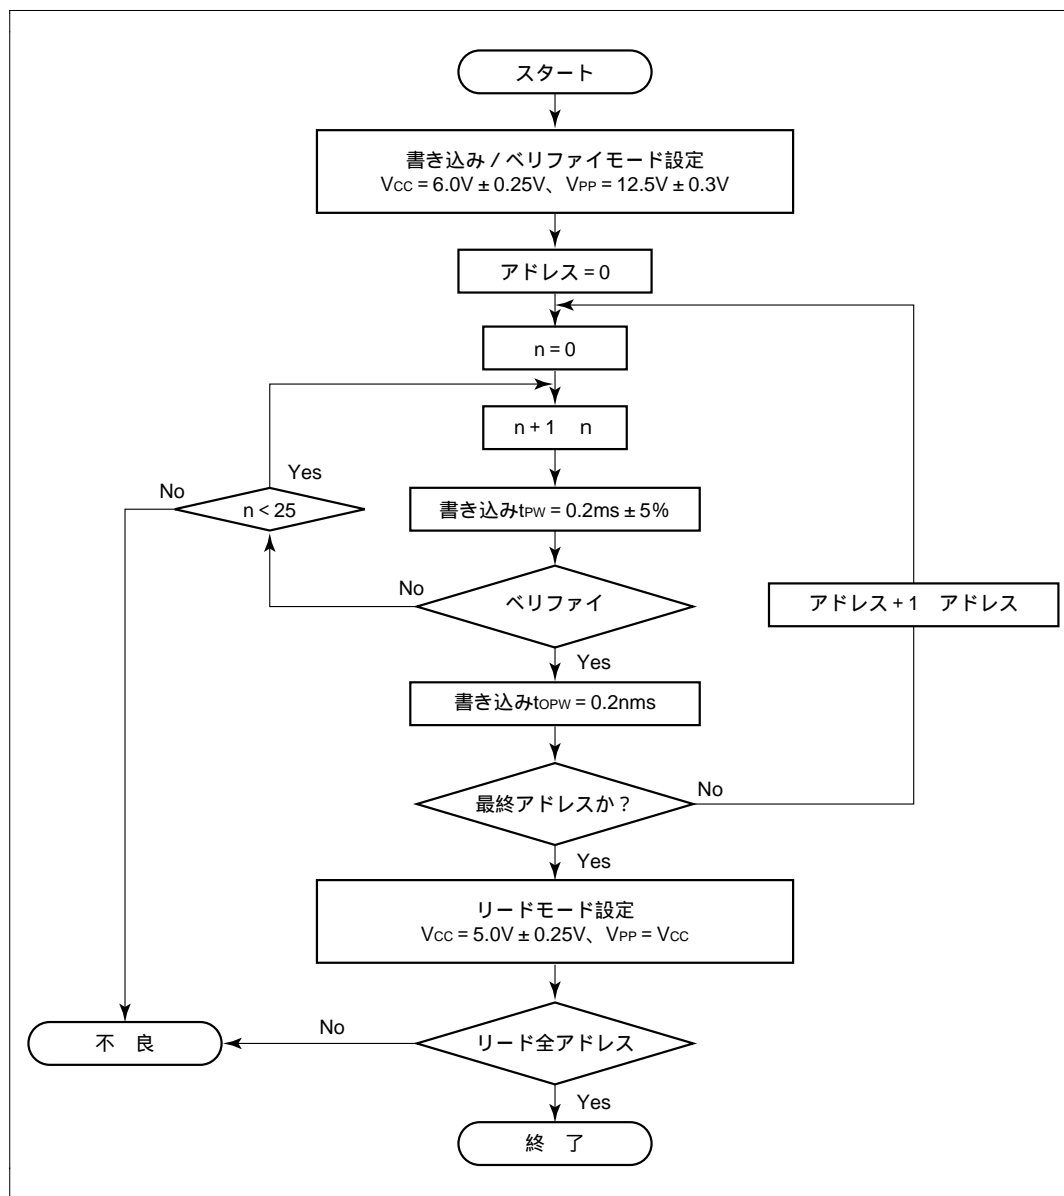

図 6.4 高速高信頼度プログラミングフローチャート
高速高信頼度プログラミングの基本的なフローを図 6.4 に示します。
*3 t_{OPW} は図 6.4 高性能プログラミングフローチャートに記載した値で定義されます。